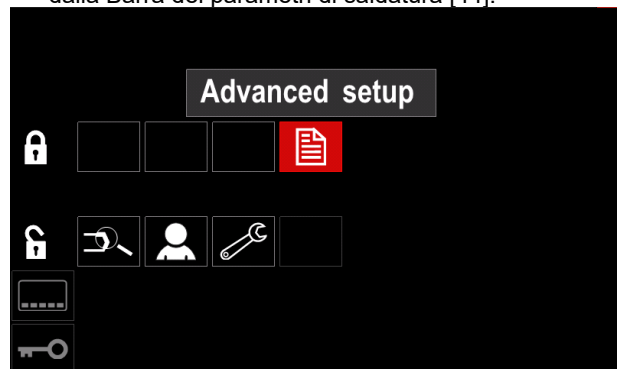

Figura 47
- Premere la Manopola destra [36]. L'icona del parametro scelto scompare dalla parte inferiore del display. (Figura 47). Questo parametro scompare dalla Barra dei parametri di saldatura [44].